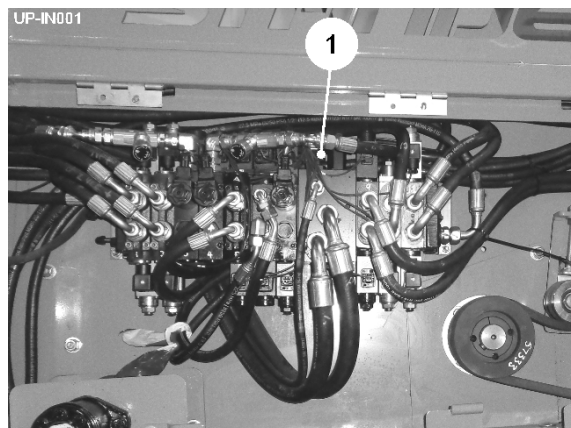

Fig 3
Die Haupt-hydraulische Ventilbank integriert eine verstellbare Schraube (item 1, fig 3), die leichtes Verändern von schließen-Zentrum zu öffnen-Zentrum ermöglicht.